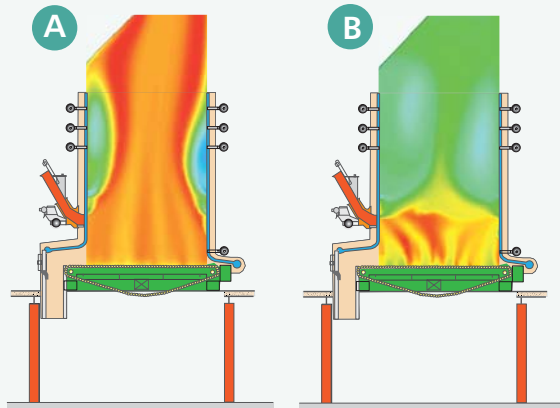

Figura 2. Perfiles de CO2 en escenarios A y B.
• **Escenario A:** la combustión ocurre en niveles altos del hogar de la caldera y posiblemente afecta los sobrecalentadores e incluso el banco principal por sobrecalentamiento prolongado de los tubos. Esta condición favorecería fallas por creep e ineficiencia. El efecto no se evidencia en el escenario B, de manejo de aire con mayor proporción en los sobre fuego, puesto que la combustión se da en zonas bajas del hogar de la caldera (Figura 2).